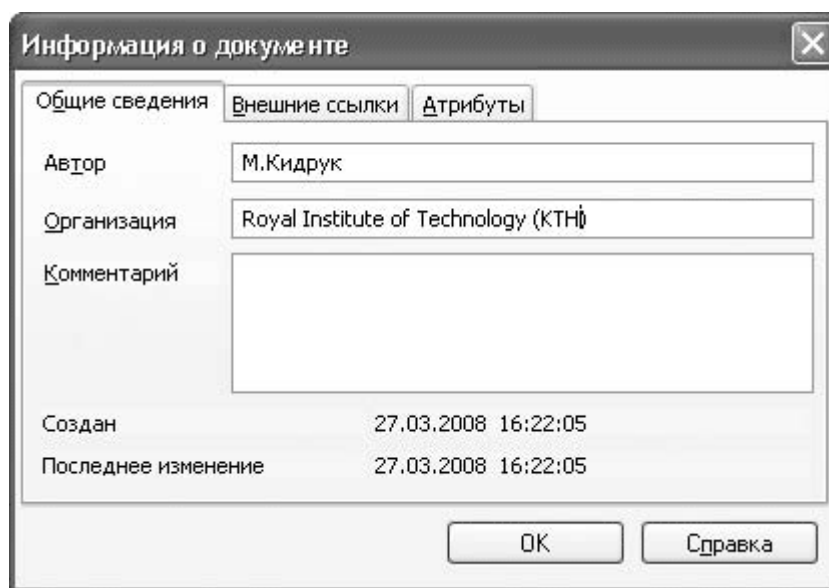

Рис. 1.62. Диалоговое окно сведений о документе
- Свойства документа – разрешает или запрещает системе выводить запрос общих сведений о документе. Общие сведения состоят из имени автора созданного документа, организации, где этот документ разработан, и произвольного комментария. Окно, в котором можно ввести эту информацию, система выводит при первом сохранении документа (рис. 1.62). В разделе Свойства документа окна Параметры вы можете указать имя автора документа (если уверены, что кроме вас больше никто не будет работать с программой) и название организации, которые будут вводиться по умолчанию в окно Информация о документе. Кроме того, эти данные будут выводиться во всплывающей подсказке при наведении указателя мыши на значок документа в Проводнике Windows.